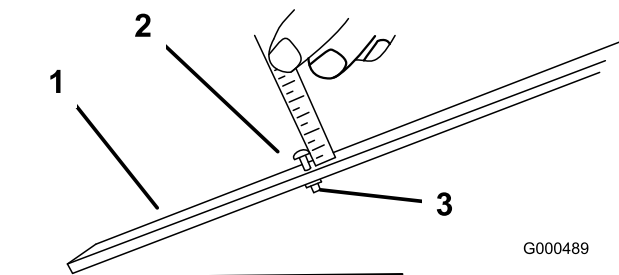

図 48
- ゲージバー（図 48）のナットをゆるめ、調整ネジを希望の刈り高に合わせる。ネジ頭の下からバーの表面までの距離が刈り高となる。